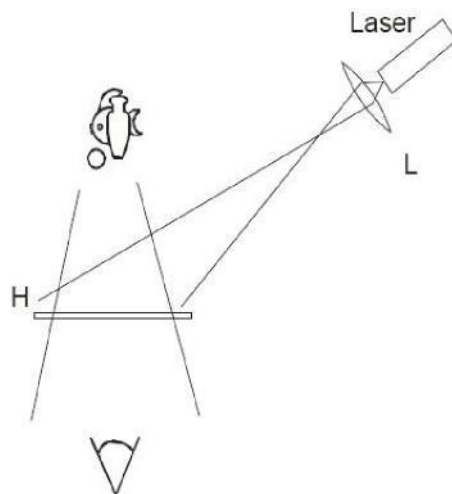

Fig. 8 Struttura sperimentale per la ricostruzione di un ologramma (L = lente, H = ologramma)
- Realizzare la struttura sperimentale sulla lavagna metallica come indicato in fig. 8. Posizionare, in questo caso, l'ologramma il più lontano possibile dal laser con il contrassegno rosso rivolto verso il laser.